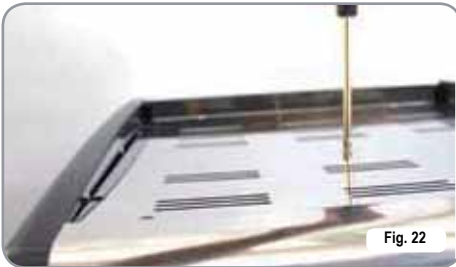

Fig. 22
- dévisser la vis centrale du panneau supérieur (Fig. 22);